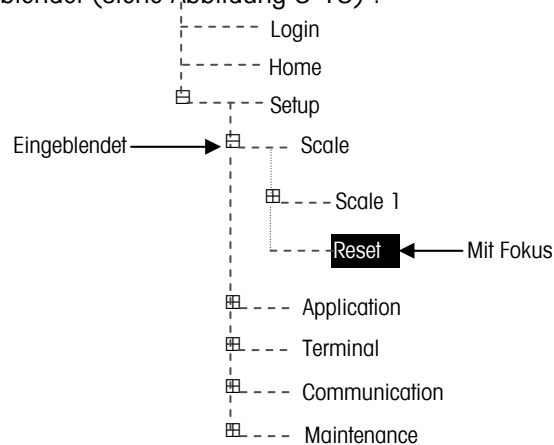

Abbildung 3-13: Setup-Menüstruktur - Zurücksetzen
1. Drücken Sie die Schnellfunktionstaste SETUP. Die Setup-Menüstruktur wird eingeblendet (siehe Abbildung 3-13).